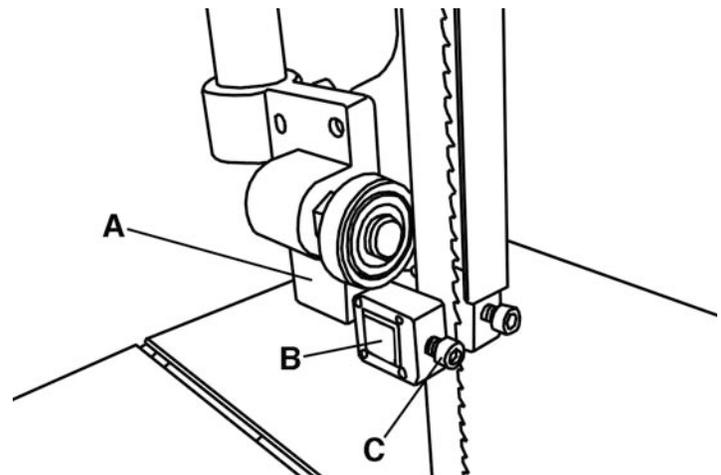

FIGURE 16
Guides de lame supérieurs - L'assemblée de guide de lame supérieur (A) Fig.16 comprend 2 blocs de guide (B), ces blocs de guide devraient être ajustés à 0.004" de la lame en utilisant un jauge d'épaisseur. Pour ajuster des blocs du guide de lame, desserrez les boulons à têtes cylindriques (C) et ajustez les blocs de guide, reserrez les boulons à têtes cylindriques. Gardez toujours l'assemblée de guides de lame à 1 pouce du haut de votre morceau de viande.